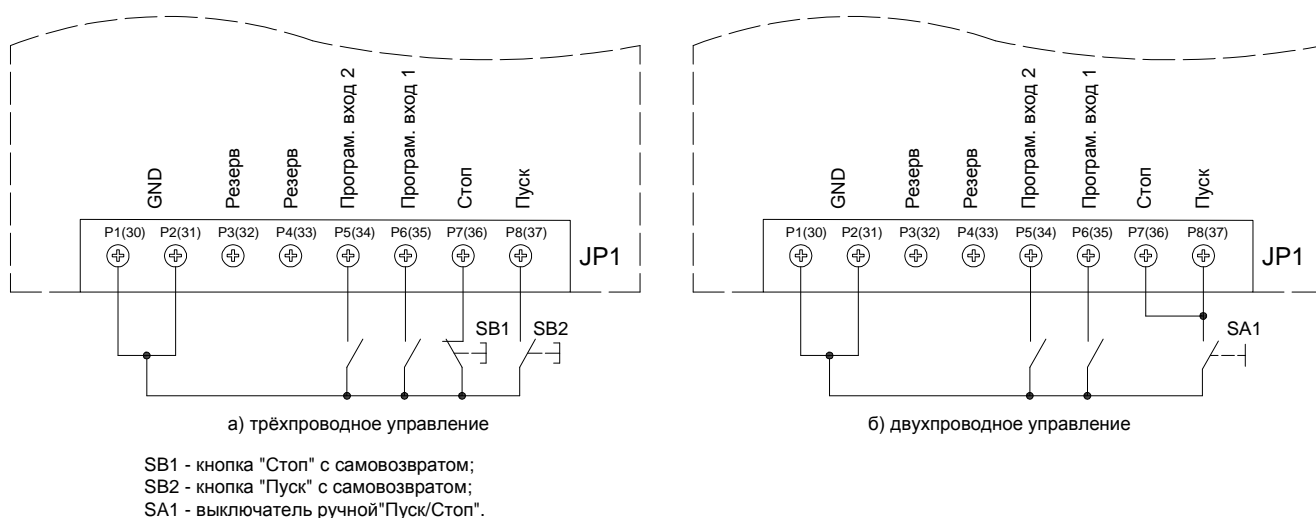

Рис.3.5. Подключение внешних цепей к терминалу JP1
1. Внешнее управление плавным пуском возможно путем подачи дискретных команд на клеммы 8 (запуск), 7 (остановка) относительно объединённых клемм 1 и 2 (общий для JP1). Указанные контакты используются при подключении внешнего кнопочного пульта управления для варианта трёхпроводного (рис.3.5, а) или двухпроводного управления (рис. 3.5, б).